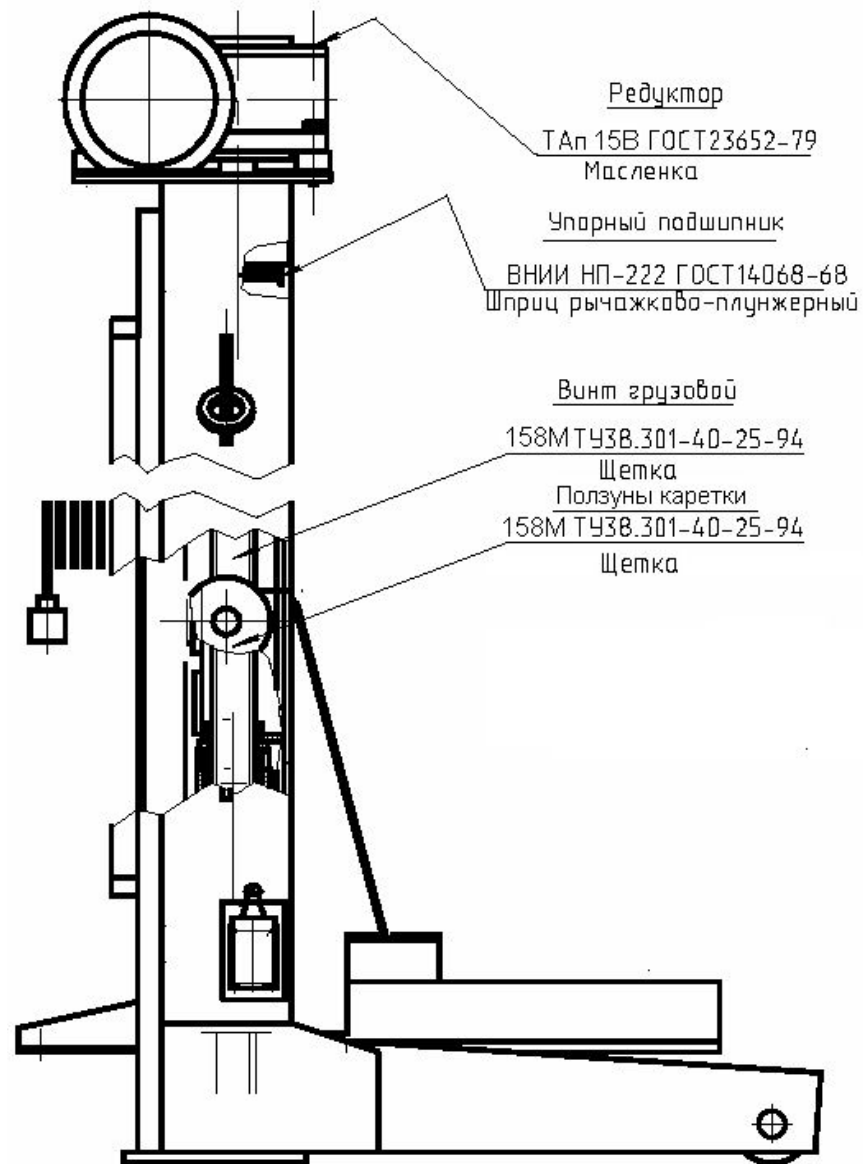

Рис. 6. Карта смазки стойки подъемника ПП-16
- произвести смазку стоек подъемника в соответствии с картой смазки (см. Рис. 6).